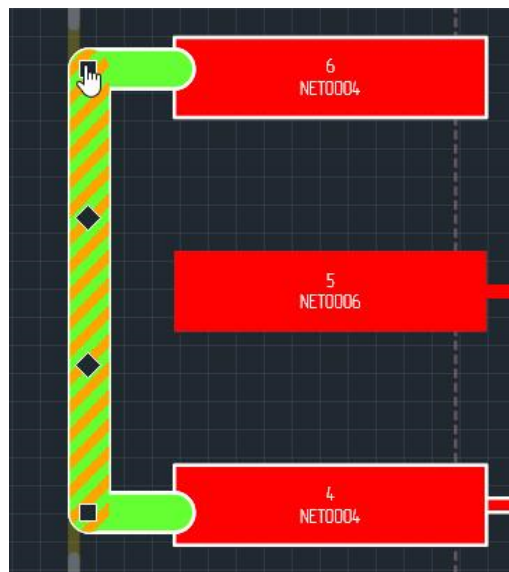

Рис. 259 Курсор при перемещении конечной точки сегмента
2. Наведите курсор на конечную точку сегмента, которую требуется переместить, при этом курсор должен изменить свою форму, см. Рис. 259.